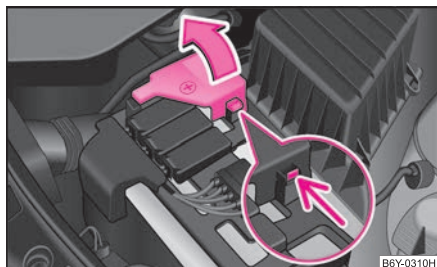

Fig. 167 Batterie:
- Ouvrez le cache du pôle positif (+) ⇒ fig. 167.